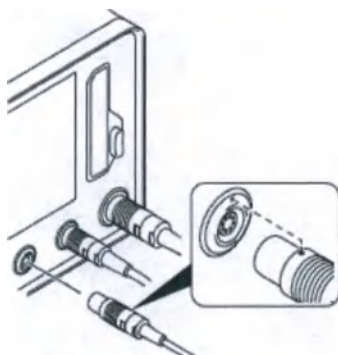

Рисунок 99 — Подключение пульта ручного управления
2. Установите коннектор кабеля пульта ручного управления в порт консоли (рисунок 99).